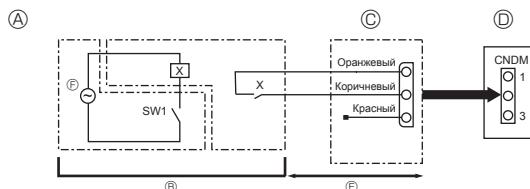

Fig. 8-1
- (A) Пример коммутационной схемы (Специальные функции)
- (B) Размещение на месте
- (C) Внешний входной адаптер (PAC-SC36NA-E)
- (D) Пульт управления наружным прибором
- (E) Максимум 10 м
- (F) Питание на реле
8.1. Режим низкого шума (модификация “на месте”) (Fig. 8-1)